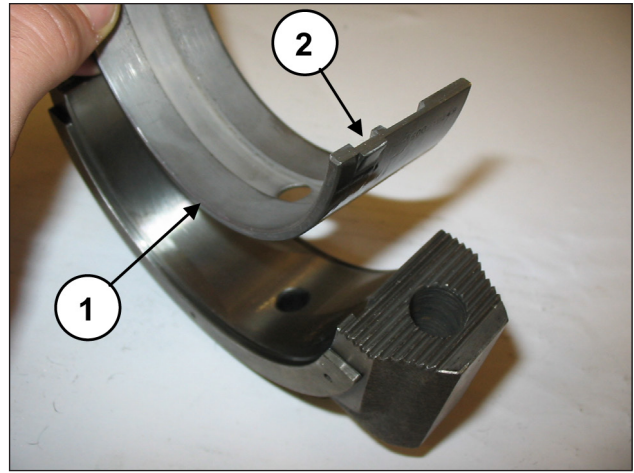

Fig. 82
Assembler les demi-coussinets inférieurs aux chapeaux (rep. ①, Fig. 82) en s'assurant que la languette de repère des demi-coussinets se trouve dans son logement sur le chapeau (rep. ②, Fig. 82).